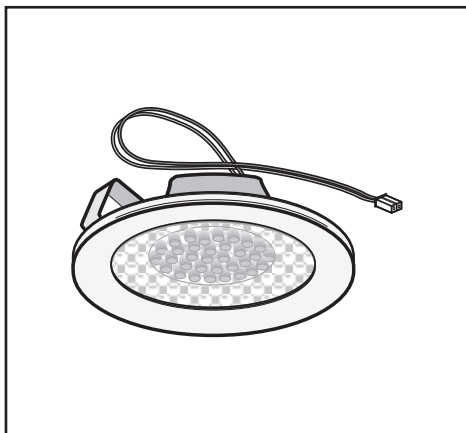

Fig.15
• Byte av LED-lamporna (Fig.15):